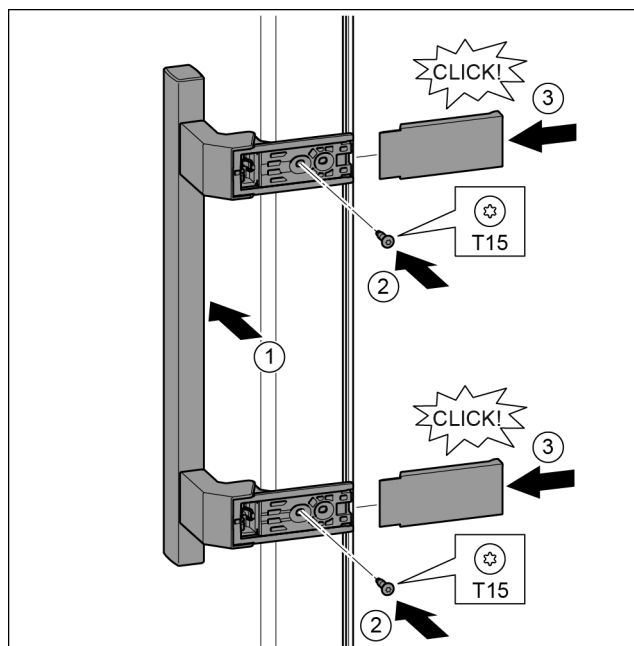

Fig. 39
- ▶ Ročaj namestite na nasprotno stran. Fig. 39 (1)
- ▶ Trdno privijte vijake z izvijačem T15. Fig. 39 (2)
- ▶ Pokrove pristavite ob strani in potisnite gor. Fig. 39 (3)